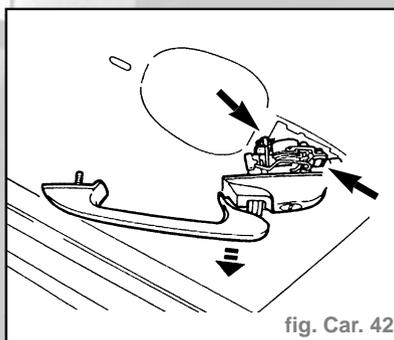

fig. Car. 42
- Poignée en position d'ouverture, décrocher les tirettes d'ouverture en les libérant de leurs points d'ancrage et déposer ensuite la poignée (fig. Car. 42).